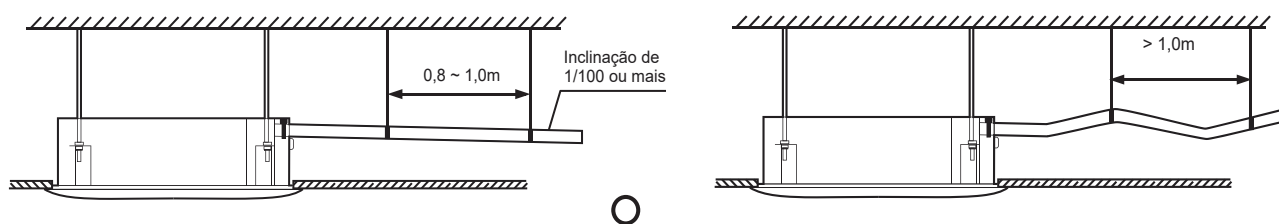

Figura 5.1
4. Para evitar o contrafluxo de água para dentro da unidade terminal quando a operação for interrompida, o tubo de descarga de água deve ser inclinado para baixo, em direção à parte externa (lado de drenagem) com uma inclinação superior a 1/100. Assegure-se de que o tubo de descarga de água não se avolume nem armazene água, caso contrário, provocará ruídos estranhos. Consulte a Figura 5.1.
5. Ao conectar a tubulação de descarga de água, não use força para puxar os tubos para evitar que as conexões do tubo de sucção de água fiquem frouxas. Ao mesmo tempo, coloque um ponto de apoio a cada 0,8~1 m para evitar que os tubos de descarga de água entorem. Consulte a Figura 5.1.